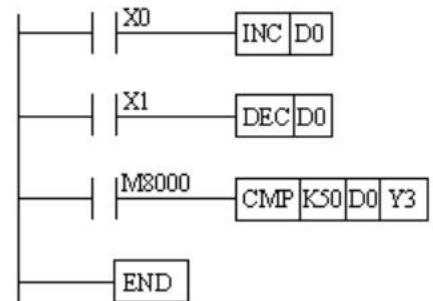

图 20 停车场显示装置控制程序
停车场的 I/O 分配表如表 3 所示。其梯形图和指令语句表如图 20 所示。
- (1) 按图 20 输入程序。
- (2) 检查程序是否正确。
- (3) 运行程序，操作开关 0、开关 1，模拟汽车进入及离开停车场时，HL1(Y4、Y5) 和 HL2(Y3) 指示灯的亮、灭情况。
- (4) Y3、Y4 和 Y5 不可能同时为 1。只有在 D0<50 时，Y3=1，D0=50 时，Y4=1，D0>50 时，Y5=1。